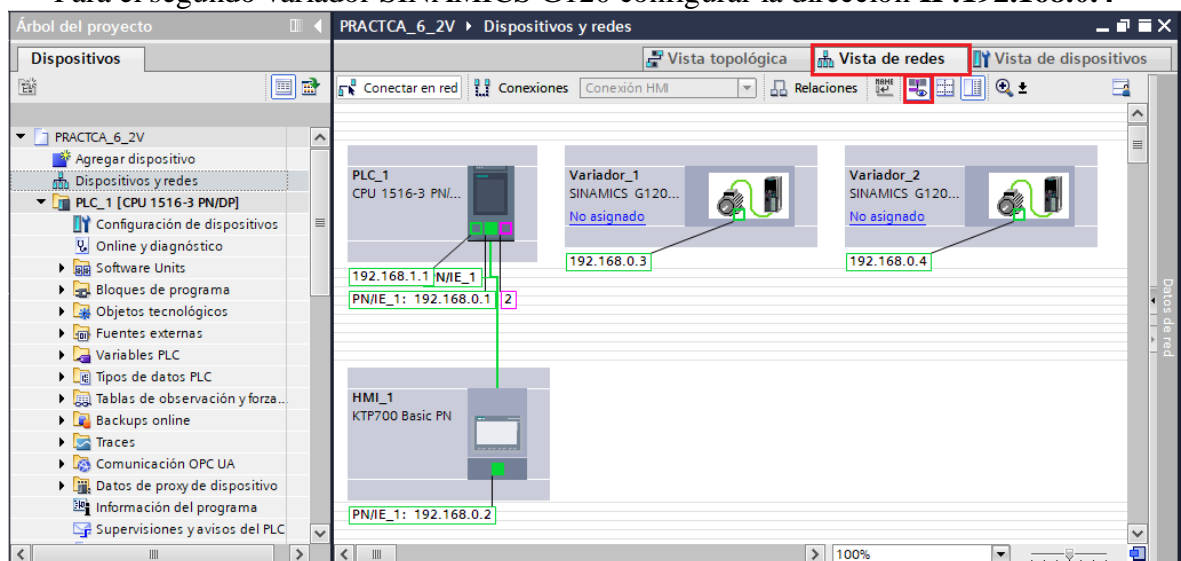

Figura 19. Asignar dirección IP a cada dispositivo.
- Para asignar la dirección IP a cada dispositivo se debe hacer clic sobre “**Mostrar direcciones**” (ver Figura 19).